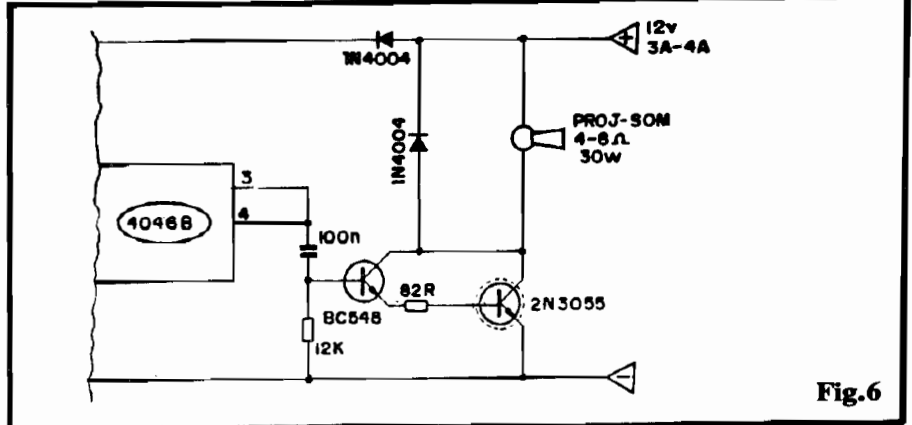

Fig. 6
- FIG. 6 - ESTOURANDO A BOCA (OU A ORELHA...?) DO BALÃO... - O volume final do som emitido pela MSP2 é, obviamente, para audição "local", forte (se considerada a demanda energética da montagem...) porém limitado... Quem quiser usar o núcleo do circuito numa sirene realmente de Potência, poderá fazer as simples modificações sugeridas no diagrama: "desprezarse" o alto-falante mini original, e seu resistor "darlingtonado" ao BC548 (via resistor de 82R). Ao coletor do Darlington acopla-se, diretamente, um com projetor de som, dinâmico (magnético), com impedância entre 4 e 8 ohms (30W, no mínimo), protegendo-se simultaneamente o circuito e os transístores, pela inserção dos dois diodos 1N4004, conforme indicado... Com tal configuração, a Tensão geral de alimentação recomendada é 12V (sob uma disponibilidade de Corrente de 3 ou 4A, já que o estágio final "puxará" considerável energia, quando da emissão sonora...). Um excelente "berrador" para alarmes de segurança, poderão então ser
- **FIG. 6 - "AGASALHANDO" & FIXANDO O SENSOR...** - Dependendo diretamente de "onde" o sensor (NTC) vai trabalhar, diversos tipos de proteção ou fixação poderão ser necessários... A figura dá algumas sugestões, servindo de base ao raciocínio do montador/instalador... Na prática, contudo, Vocês terão que "se virar", **in loco**, pois cada caso é um